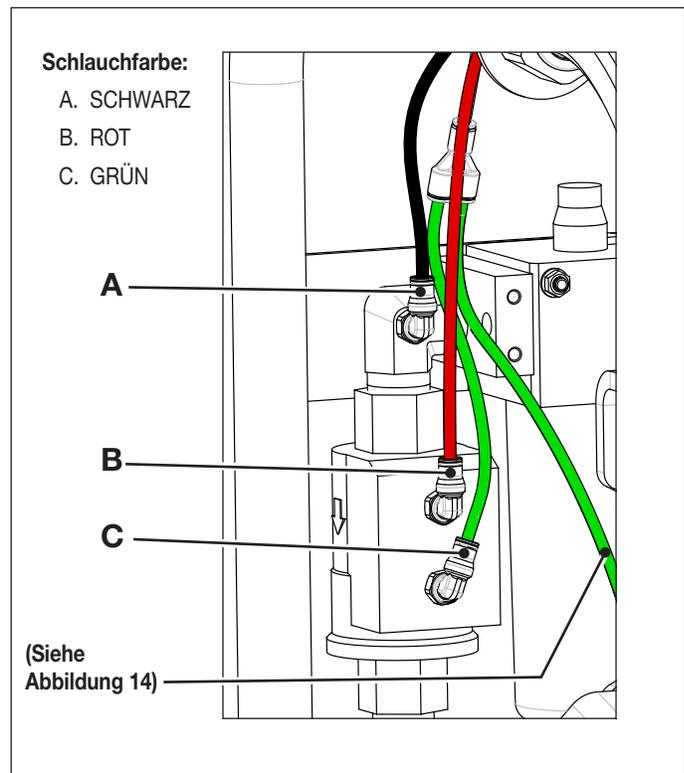
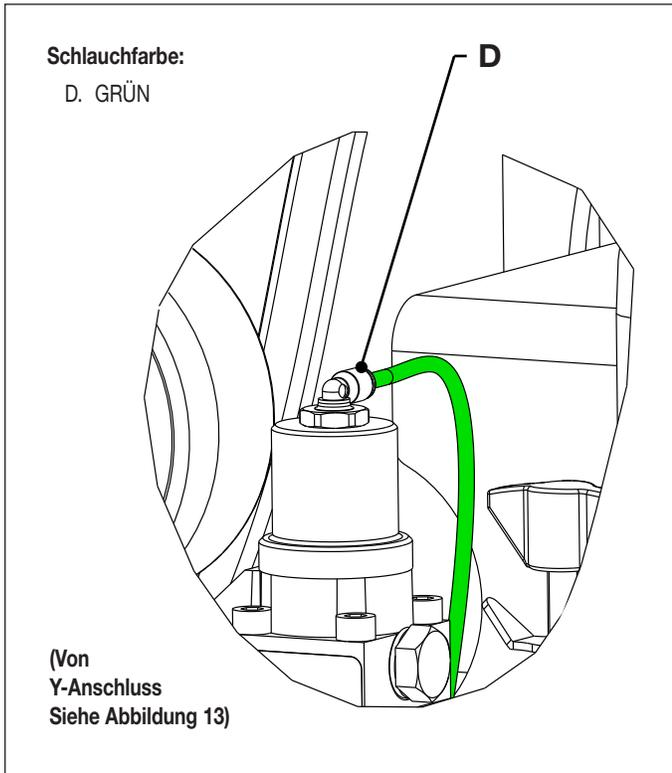

Abbildung 13: Luftschlauchanschlüsse - Steuerventil der Druckluft.
Abbildung 14: Luftschlauchanschluss - Hydraulik-Steuventil
3. Trennen Sie die Luftschläuche der Pumpe an den Positionen „A“, „B“, „C“ und „D“ wie in Abbildung 13 und Abbildung 14 gezeigt.
23. Schließen Sie die Luftschläuche der Pumpe wieder an den Positionen „A“, „B“, „C“ und „D“ an. Siehe Abbildung 13 und Abbildung 14.